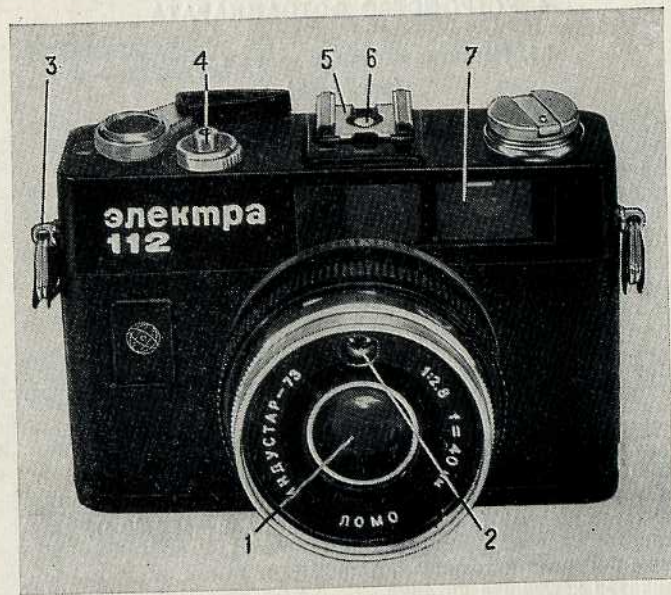
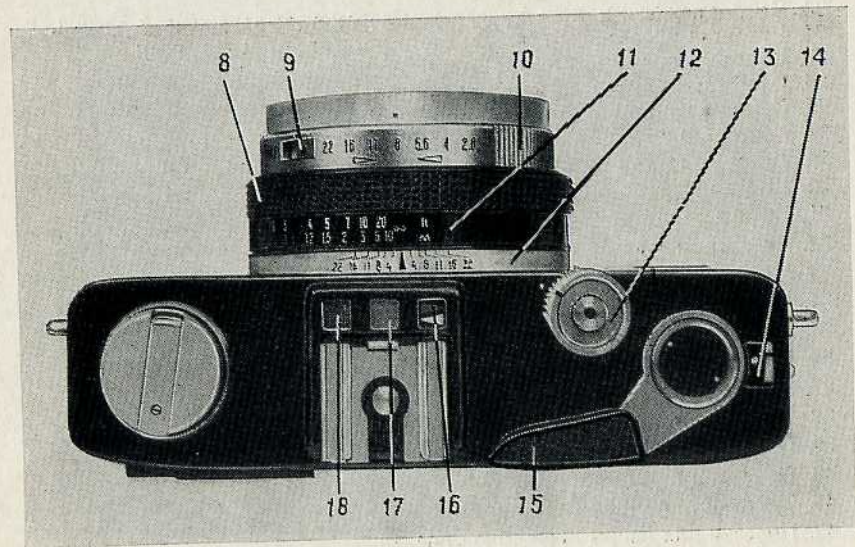

Рис. 1
Рис. 2
4.1. Перечень основных узлов и деталей (рис. 1—5)
Фотоаппарат «Электра 112» снабжен двумя световыми индикаторами — красным индикатором 18 (см. рис. 2) и желтым индикатором 17, с помощью которых определяется оптимальный световой диапазон работы фотоаппарата.
Для исключения случайного нажатия спусковой кнопки 4 (см. рис. 1), что может привести к включению электронной схемы и разрядке источника питания, в фотоаппарате предусмотрена блокировка хода спусковой кнопки. Для блокировки хода спусковой кнопки необходимо повернуть фиксатор 13 (см. рис. 2) против направления часовой стрелки так, чтобы точка на фиксаторе располагалась против точки на крышке фотоаппарата.
Фокусировка объектива проверяется с помощью дальномерного поля, расположенного в центре видоискателя. Если объектив не сфокусирован, изображение объекта фотографирования будет двоиться. Совмещение изображений осуществляется поворотом кольца фокусировки 8 (см. рис. 2).
Наличие в фотоаппарате шкалы для определения границ резко изображаемого пространства 12 (см. рис. 2) расширяет его эксплуатационные возможности.
Для того чтобы вынуть источник питания из контейнера, необходимо открыть крышку 17 (см. рис. 2) контейнера и потянуть за конец ленту 29 (см. рис. 4).
Поворачивая фиксатор спусковой кнопки 13 (см. рис. 2) по направлению часовой стрелки до упора, разблокируйте спусковую кнопку.
Для того чтобы ввести значение светочувствительности, необходимо, нажав клавиш фиксатора 25 (см. рис. 4), поворачивать рукоятку 24 управления кольцом светочувствительности пленки до тех пор, пока в окне 9 (см. рис. 2) против индекса не установится значение светочувствительности пленки в единицах ГОСТ. Значение светочувствительности в DIN устанавливается в окне 26 (см. рис. 4).
Взведите затвор поворотом курка 15 (см. рис. 2) до упора. Если курок не будет доведен до упора, механизм блокировки не позволит ему возвратиться в исходное положение.